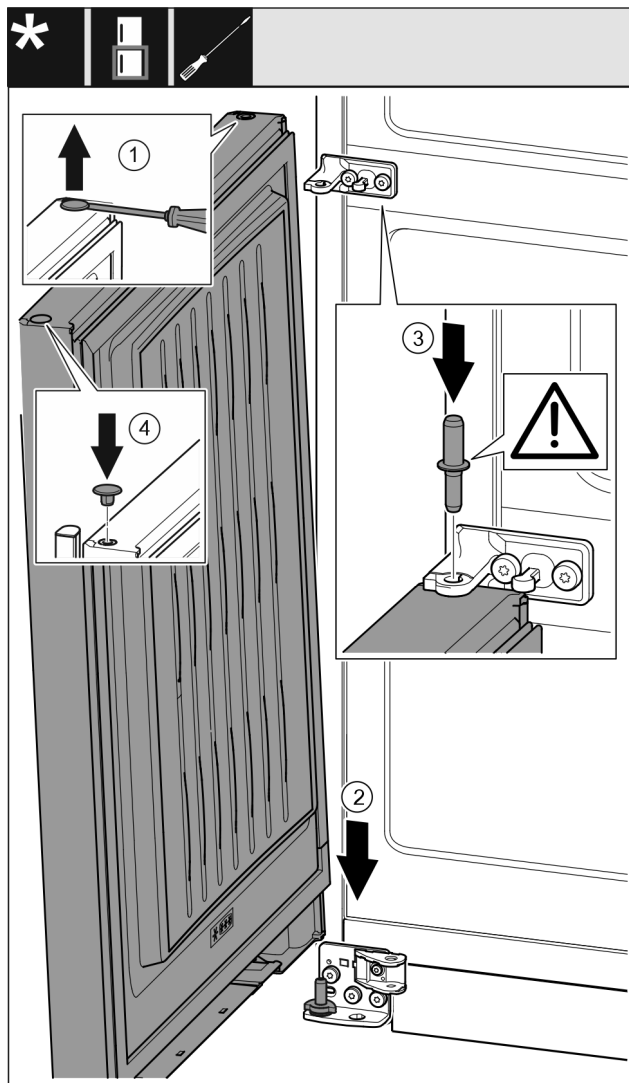

Fig. 41
- ▶ S ploščatim izvijačem previdno dvignite čep in ga izvlecite. Fig. 41 (1)
- ▶ Vrata od zgoraj nasadite na spodnji ležajni sornik. Fig. 41 (2)
- ▶ Ležajni sornik na sredini vstavite skozi ležajni podstavek na sredini v vodilo spodnjih vrat. Pri tem pazite na to, da je zaskočni zapah obrnjen nazaj. Fig. 41 (3)
- ▶ Čep ponovno vstavite na drugi strani vrat. Fig. 41 (4)